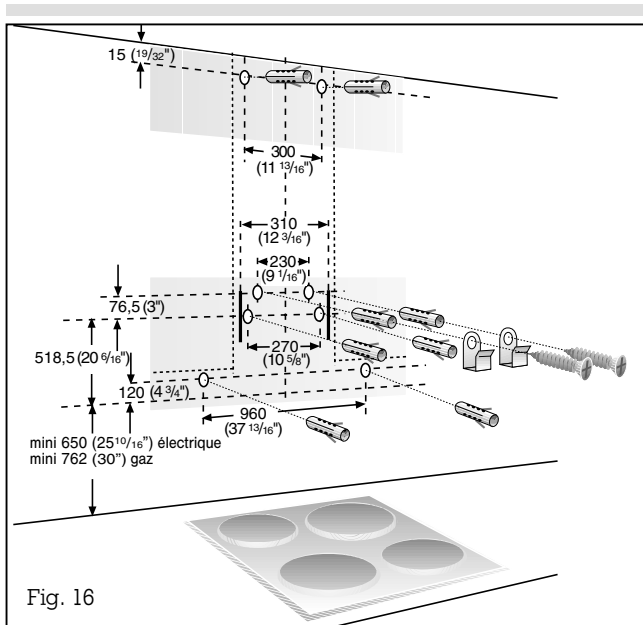

Fig. 16
- À l'aide du gabarit de perçage, marquez les positions des vis sur le mur. Tracez le contour de la zone d'accrochage. Cela facilitera la fixation (fig. 16).